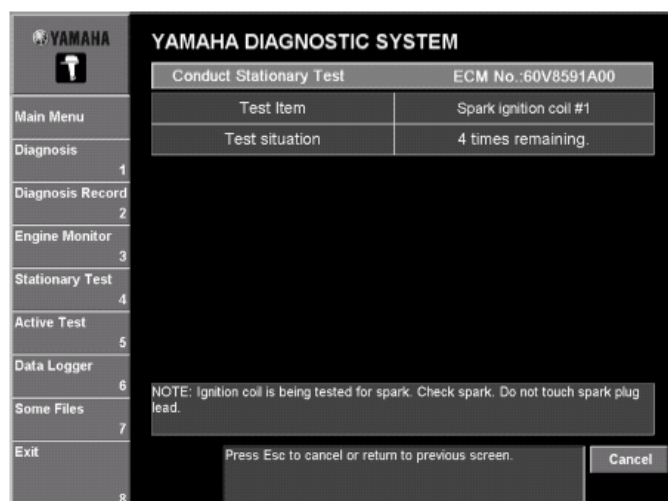

Рис. 68
6. Во время проверки в колонке **Состояние теста (Test situation)** появляется информация, следуйте инструкциям теста в сообщениях которые отображены. (См. рис. 68.)
7. Чтобы остановить стационарный тест, щелкните **отменить(Cancel)**. (См. рис. 68.)